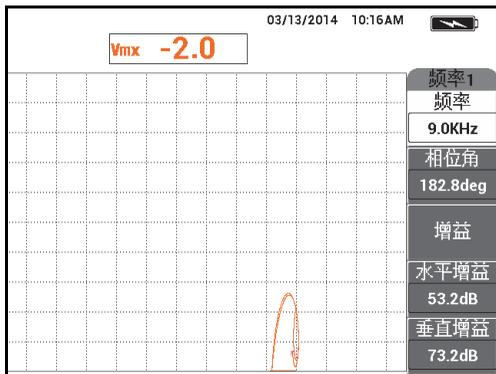

图 5-130 核查混合信号
26. 如果需要，按清屏键（），以核查混合信号（参见第 204 页的图 5-130）。